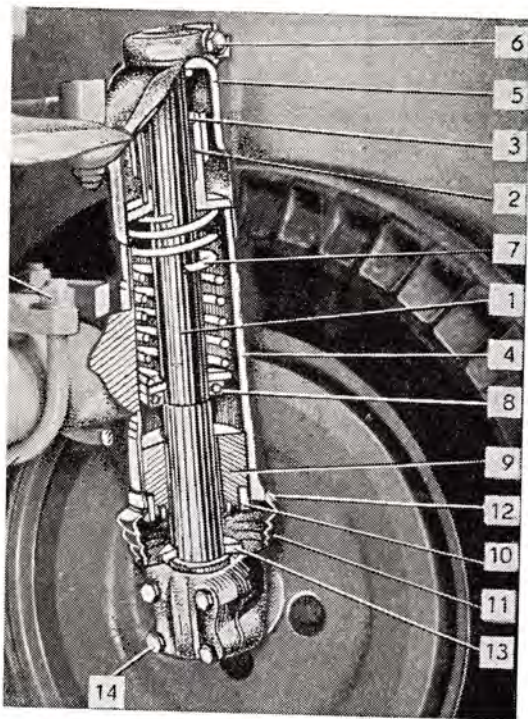

Abb. 68
Der Achsschenkelbolzen (Abb. 68/1) ist oben in einer Buchse (2) gelagert, die gemeinsam mit einem Ring (3) in den Ansatz (4) eingepresst ist. Der Lenkhebel mit Anschlag (5) ist mit einem Keil aufgekeilt und
2. Der Sicherungsring, der den Balg am Ansatz festhält (Abb. 68/12), ist zu entfernen.
3. Die Mutter M 10 ist von der Abziehschraube des Lenkhebels mit Anschlag abzuschrauben, die Schraube (Abb. 68/6) ist herauszunehmen, der Hebel mit Anschlag abziehen und der Achsschenkelbolzen der Vorderachse (Abb. 68/1) in Richtung nach unten herauszustossen.
4. Vier Schrauben M 14×1,5×50 8G (Abb. 68/14) sind zu entsichern und auszuschrauben; dadurch wird der Drehbolzen gelöst.
Anmerkung: Beim Austausch der zylinderförmigen Feder (Abb. 68/7) oder des Lagers 51107 (51108) (Abb. 68/8) ist zuerst die Mutter (Abb. 68/10) mit einem Spezialschlüssel auszuschrauben und nach Entfernung der Pfanne mit Buchse ist das Lager und die Feder herauszuschieben.